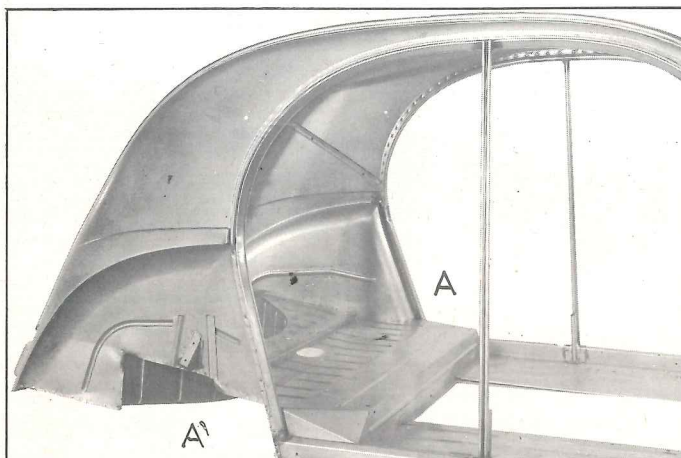

Fig. 5
2. Dessouder la partie supérieure suivant AA' (fig. 5 et 6).